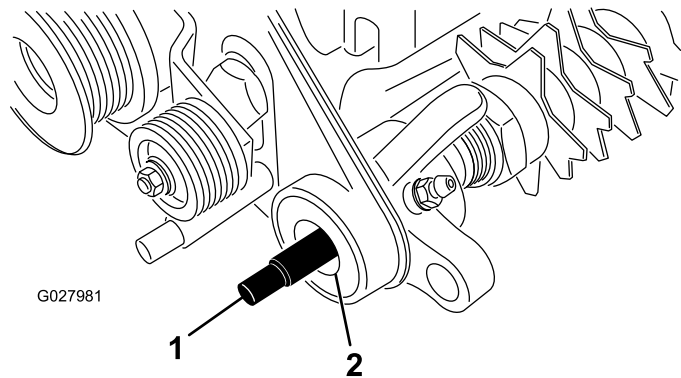

Figure 5
11. Appliquez de la graisse sur les joints du support de roulement de l'entraînement et au bout de l'arbre du groomer (Figure 5).
12. Glissez l'extrémité cannelée de l'arbre du groomer dans le support de roulement de l'entraînement (Figure 5).